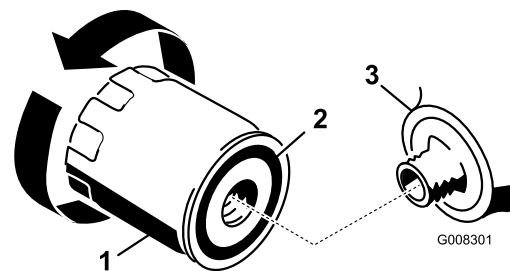

Figura 26
2. Retire el filtro usado y limpie con un paño la superficie de la junta del adaptador del filtro (Figura 26).
3. Aplique una capa fina de aceite del motor nuevo a la junta de goma sobre el filtro nuevo (Figura 26).
5. Apriete el filtro 1/2 a 3/4 de vuelta más (Figura 26).